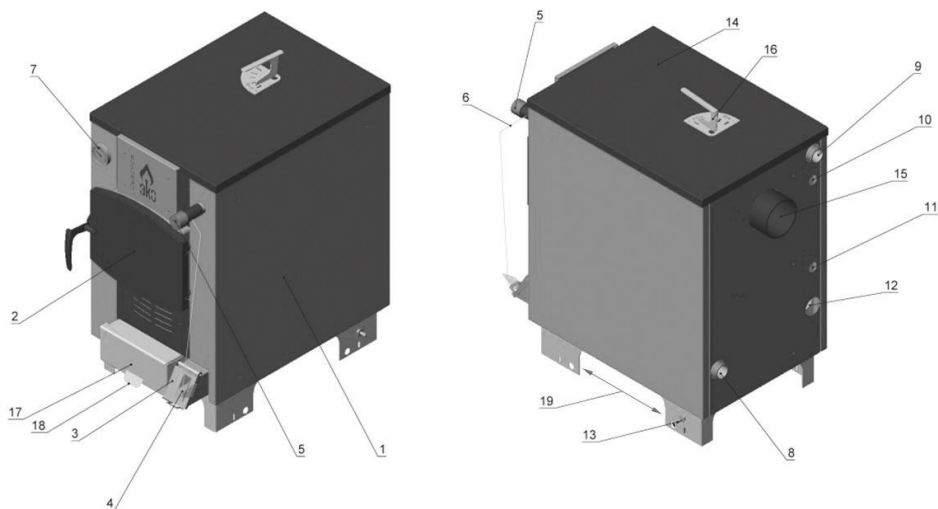

Рис. 1. Конструкция котла «Суворов Эко»
Конструкция котла модельного ряда «Суворов Эко» представлена на рис. 1.
**ВНИМАНИЕ!** Запрещается переводить верхнюю ручку заслонки управления температурой дымовых газов в положение «Закрыто до нагрева теплоносителя температуры 65 °С» (рис. 1 поз. 16).